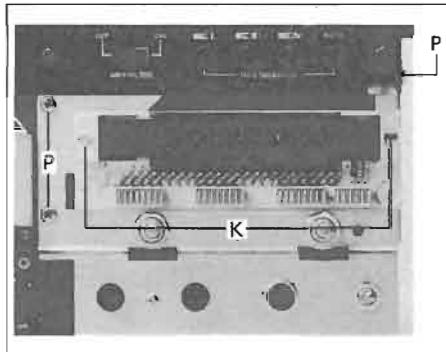

Fig. 2.7
- Durch Lösen des vorderen Chassis-Teils (3 Schrauben [P], Fig. 2.7) kann der Print herausgezogen werden.
- The circuit board can be removed by unfastening the front chassis section (3 screws [P], Fig. 2.7).
- Après avoir déposé la partie avant du châssis (3 vis [P], fig. 2.7), on peut enlever le circuit.